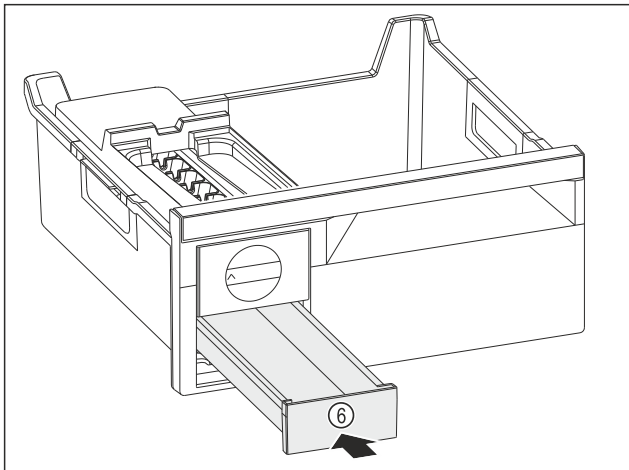

Fig. 83
- ▶ Встановіть форму для льоду Fig. 83 (6).